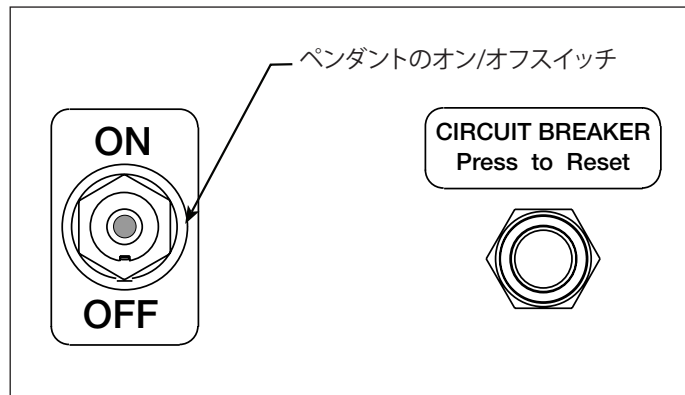

図6 ポンプ制御パネル
#### 5.1 ポンプ電源スイッチ(図6参照)
4. 装置を電源に接続します。ポンプの電源スイッチをオンの位置に切り替えます。図6を参照してください。